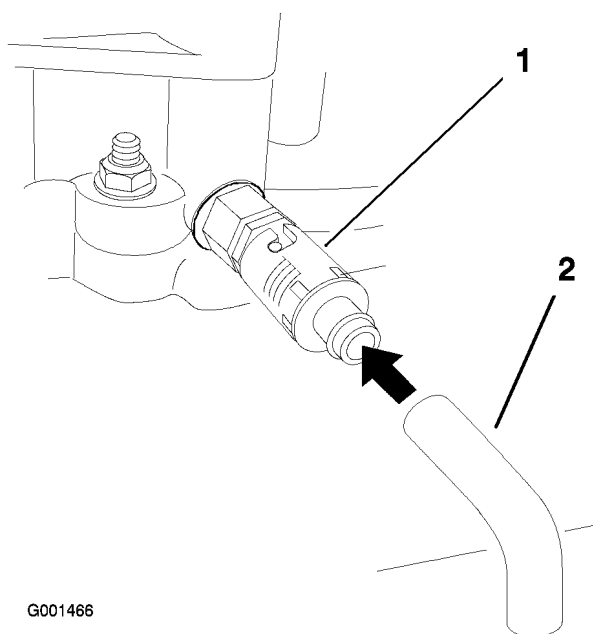

Figure 39
- Tournez le robinet de vidange pour permettre à l'huile de s'écouler (Figure 39).